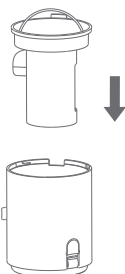
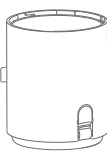

Рис. 12.1
Рис. 12.2
3. Установите собранный циклонный фильтр в пылесборник в направлении, показанном на рис. 12.1. Он должен выглядеть, как показано на рис. 12.2.